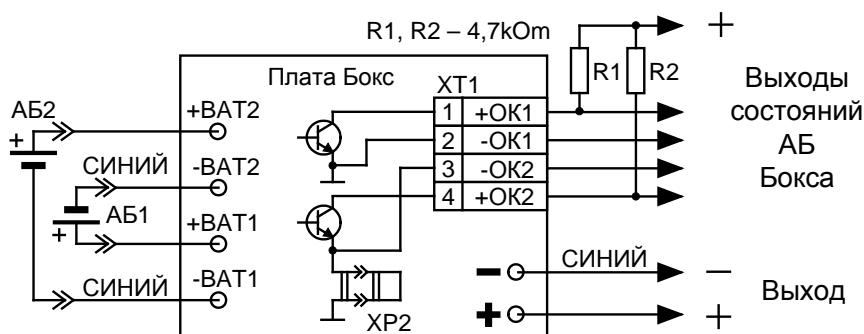

Рис.3
– с помощью двух выходов «ОК» (типа «открытый коллектор») при подключении к другим источникам питания и контролем состояния АБ Бокса внешними устройствами (схема подключения Рис.3). Максимально допустимые напряжение и ток коммутации выходов «ОК» – 30 В, 100 мА.
2.2.5 Порядок подключения к другим источникам питания и внешним устройствам (схема рис.3).
1) Подключить провода кабеля, идущего от интерфейсного разъема XT1 Бокса, к соответствующему клеммам внешнего контролирующего устройства (КУ) согласно схеме приведенной на Рис.3. Резисторы R1, R2 могут быть в пределах 4,7...30 кОм и выбираются пользователем в зависимости от характеристик (КУ), например, из состава ЗИП (КУ).
2.3.2 При подключении Бокса по схеме на рис.3 Бокс производит тестирование батарей по внутреннему алгоритму в автономном режиме. Состояние выходов OK1 и OK2 соответствуют таблице 1.